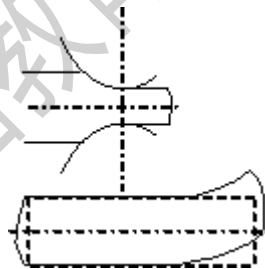

图 1
1. 轧件在辊缝中轧出后，向某侧弯曲——出现镰刀弯，如图 1 所示。